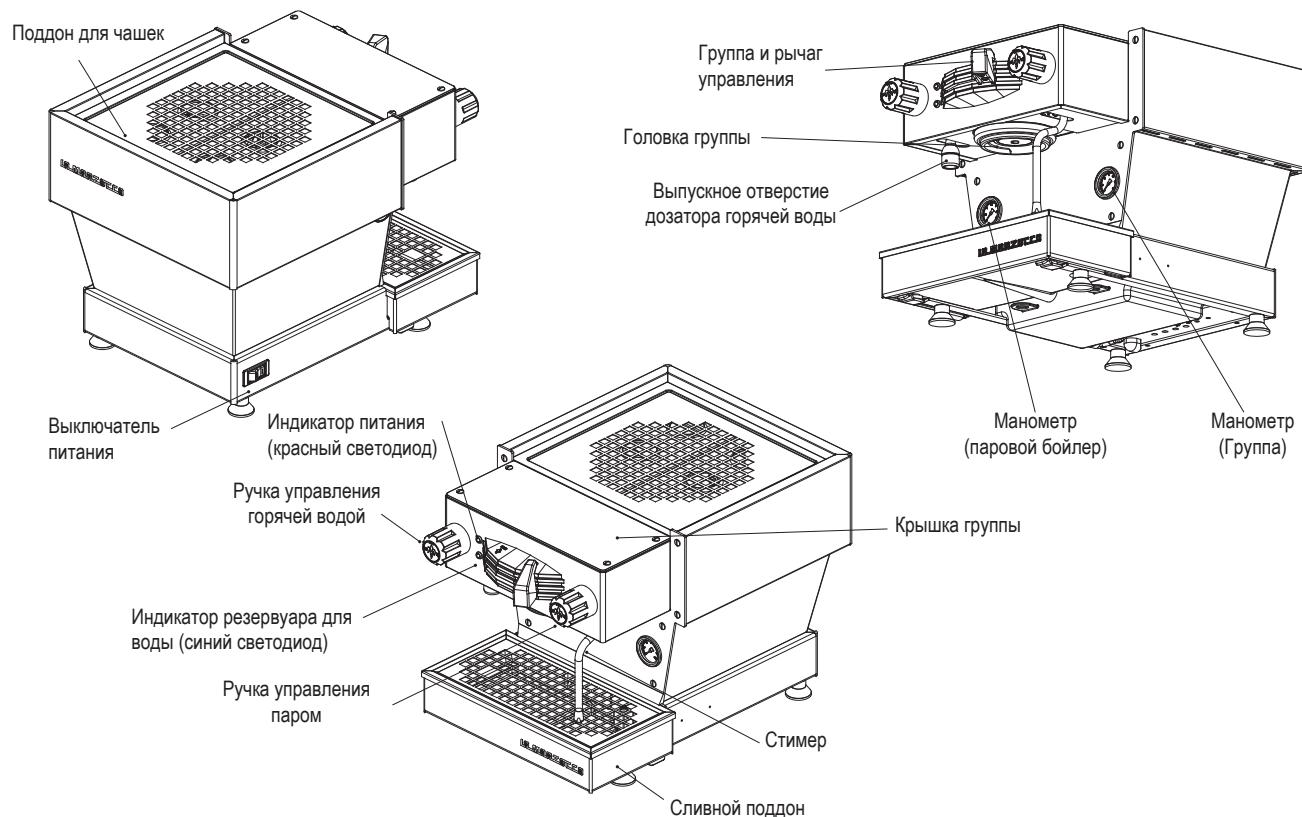

Рис. 1. Конструкция кофемашины
2. Приготовление кофе Теперь можно снять портафильтр, чтобы приготовить кофе. Поместите молотый кофе в одинарную или двойную корзину-фильтр портафильтра. Утрамбуйте кофе тэмпером из комплекта поставки и установите портафильтр в кофемашину. Передвиньте рукоятку справа налево, чтобы начать приготовление кофе (см. рис. 1 на стр. 8).
Горячая вода раздается через специальный патрубок. Для раздачи горячей воды поверните левую ручку (см. рис. 1 на стр. 8).
Раздача горячей воды выполняется через раздаточную трубку горячей воды на левой стороне кофемашины. Управление раздачей осуществляется вращением левой ручки (см. рис. 1 на стр. 8).